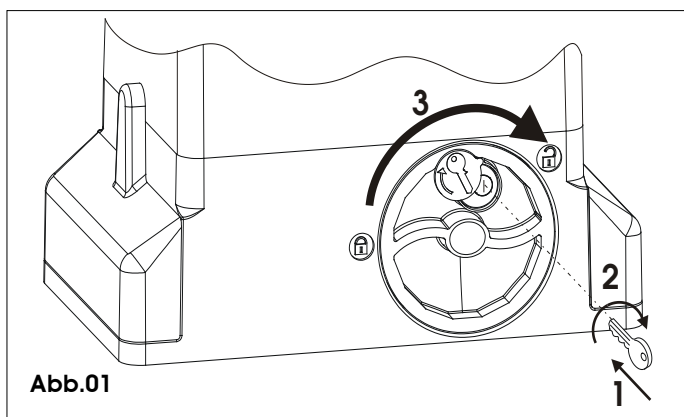

Abb.01
- 1) Den mitgelieferten Schlüssel stecken und im Uhrzeigersinn drehen, wie in Abb. 01 Bez. 1 und 2 gezeigt
- 2) Das Entriegelungssystem im Uhrzeigersinn bis zum mechanischen Anschlag drehen, Abb. 01 Bez. 3.